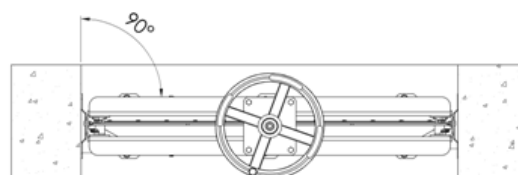

Figura 6
- Posicione a comporta no canal existente. Certifique-se de que a comporta esteja perfeitamente alinhada e centralizada no canal (consulte a Figura 6)